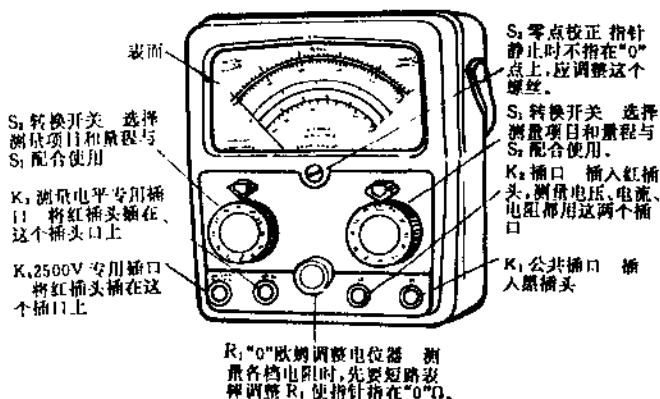

图 1-1-7 500 型万用表的面板布置和旋钮作用
500 型万用的面板布置和旋钮作用如图 1-1-7 所示。该表有 24 档，“ S_1 ”和“ S_2 ”开关旋钮上的“ $\sphericalangle$ ”表示交流及直流电压 AC 和 DC，“ $\sphericalangle$ ”表示直流电压 (DC)，“ $\sphericalangle$ ”表示交流电